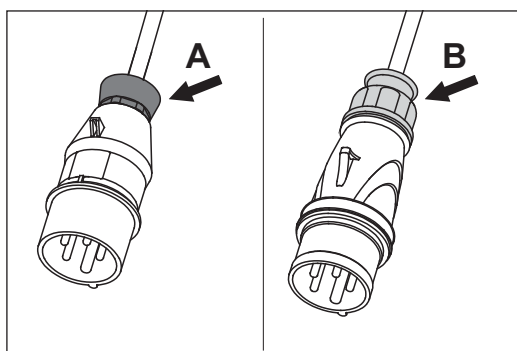

Abb. 16 Original-LÄGLER®-Stecker mit **roter** Überwurfmutter (A) oder **gelber** Überwurfmutter (B).
- 2 Original-LÄGLER®-Stecker mit **roter** Überwurfmutter am Kabelausgang (Abb. 16, A):
Original-LÄGLER®-Stecker mit **gelber** Überwurfmutter am Kabelausgang (Abb. 16, B):